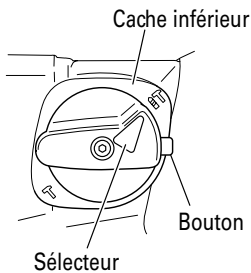

Fig. 6
- (1) Commutation sur "rotation + percussion"
- (b) Aligner ▲ du levier de sélection sur **▶** du support de levier comme indiqué sur la Fig. 6.